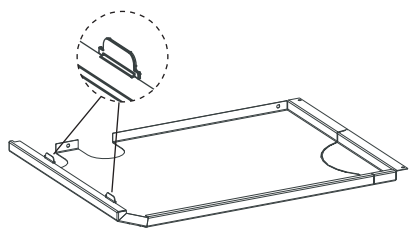

Fig. 113 Piegare entrambe le linguette
- 2 Laschen seitlich herausbiegen – Fig. 113.